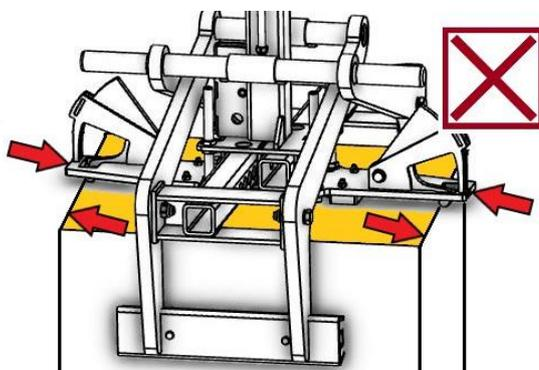

Fig. 2A
**Que sinon, le SAFETY-INDICATORS ne fonctionne pas!** (Fig. 2A).